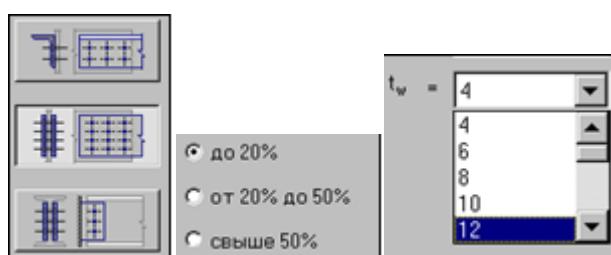

Рис. 2-1 Рис. 2-2 Рис. 2-3
- Функциональные кнопки, “нажатие” которых (оно реализуется установкой курсора на кнопку и щелчком левой клавиши мыши) приводит к выполнению определенных функций или к выбору одной из возможностей. Типичным является пример, представленный на рисунке Рис. 2-1, где из трех изображенных на кнопках вариантов конструктивного решения выбирается средний. Аналогичную роль выполняют и “радиокнопки”, пример которых представлен на Рис. 2-2.